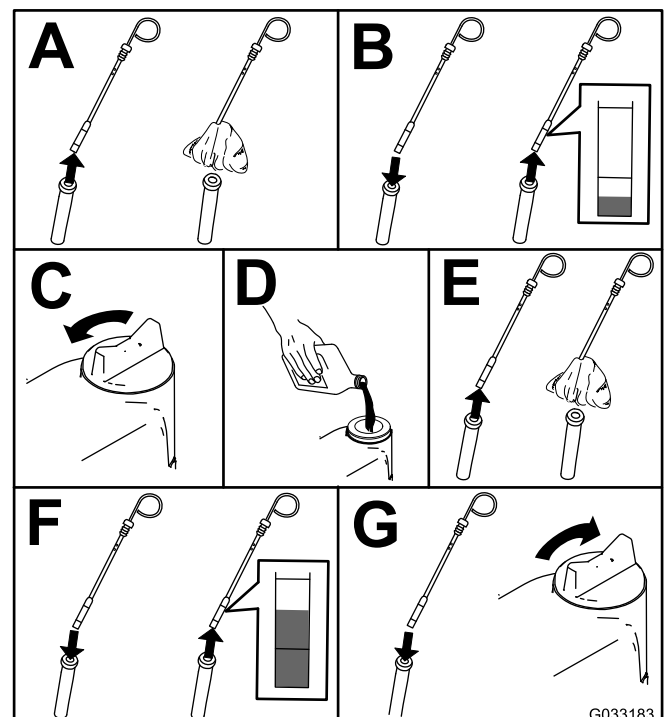

Figura 58
2. Retire la varilla, límpiela, vuelva a colocarla en el tubo y retírela de nuevo. El nivel de aceite debe estar entre las marcas Lleno y Añadir (Figura 58).